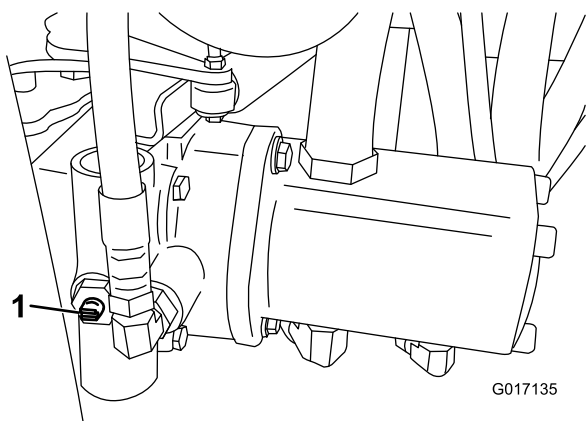

Figura 31
1. Girate la valvola bypass sulla pompa in modo che la scanalatura sia verticale (Figura 31).
2. Prima di avviare il motore chiudete la valvola bypass girandola in modo che la scanalatura sia orizzontale (Figura 31). Non avviate il motore quando la valvola è aperta.